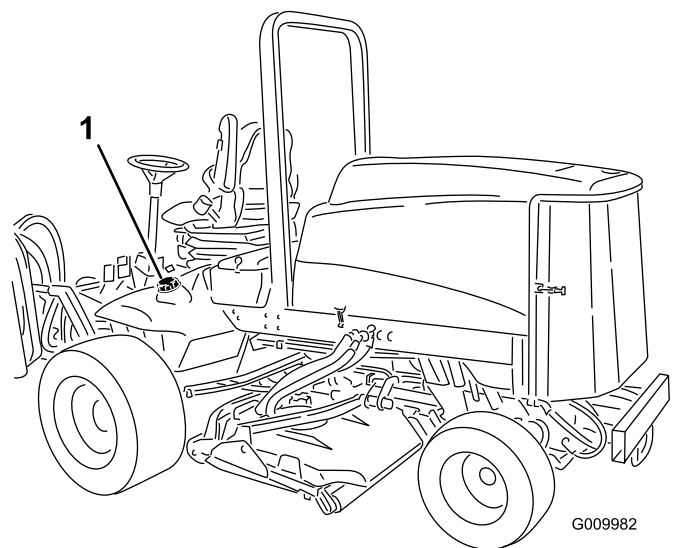

Figura 17
1. Rimuovete il tappo dal serbatoio del carburante (Figura 17).